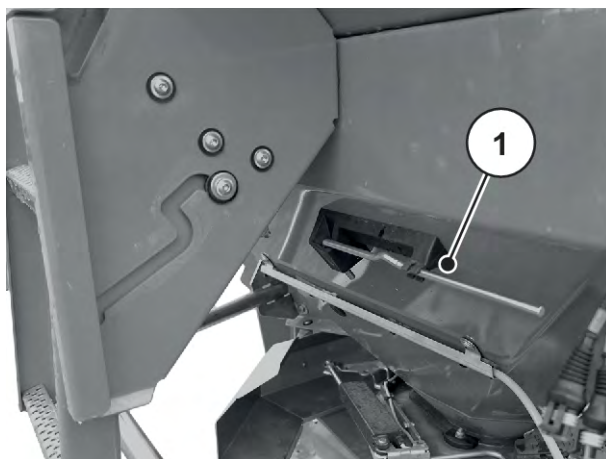

Рис. 27: Розташування регулювального важеля AXIS хх.2
- Знову вставте важіль регулювання в передбачене для нього кріплення. Див. *Рис. 27 Розташування регулювального важеля AXIS xx.2*